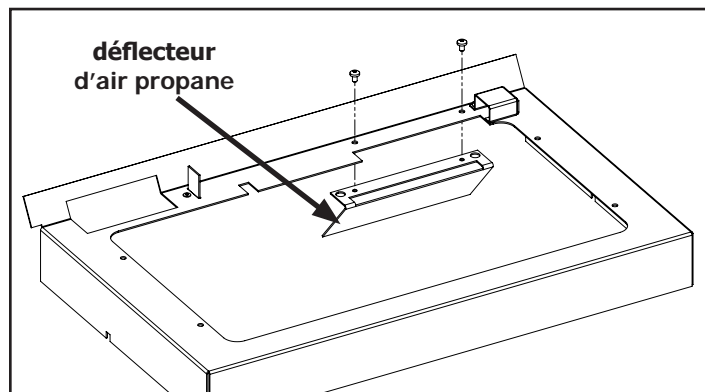

Figure 25. Installation d'un déflecteur d'air LP
- c) Réinstallez la tête pilote et serrez jusqu'à ce qu'elle soit de nouveau dans la bonne position (Figure 25)
- d) **Conversion LP uniquement:** Installez le déflecteur d'air en acier fourni sur le plateau du brûleur comme indiqué ci-dessous (Figure 25) à l'aide d'un tournevis T20.